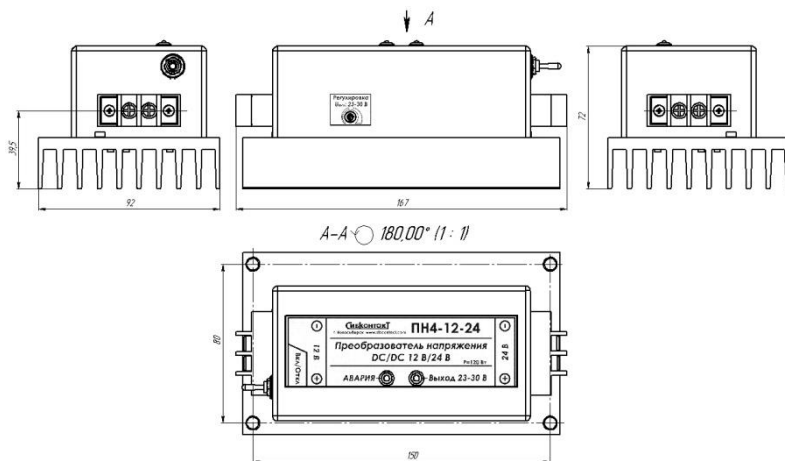

Рисунок 1. Внешний вид ПН4-12-24
5.1 Конструкция преобразователя напряжения состоит из следующих основных элементов (Рисунок 1):